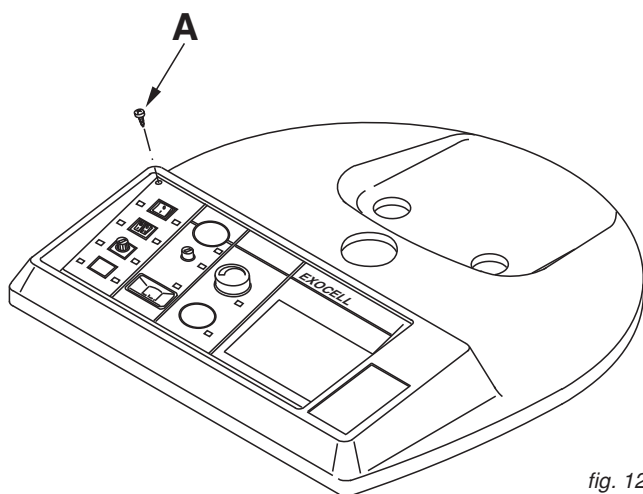

fig. 12
- 2) Enlever les 4 vis "A" de fixation du tableau de commande et le soulever en le tournant sur le couvercle de la chaudière (voir fig. 12). Faire attention à ne pas endommager les capillaires des thermostats.
- 5) Refermer le couvercle et remettre les vis "A" (fig. 12).